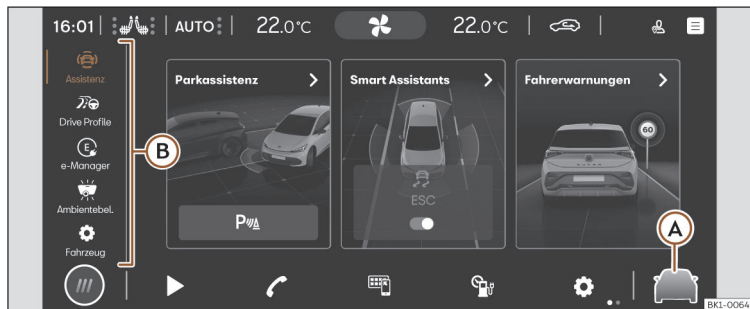

Abb. 12 Schematische Darstellung: Assistenten und Fahrzeugeinstellungen
Durch Drücken auf  » Abb. 12 (A) oder im Hauptmenü auf **Einstellungen Fahrzeug** öffnet sich das Menü der Assistenten und Fahrzeugeinstellungen. Wenn dann auf eines der Menüs im linken Bereich (B) gedrückt wird, wird auf dem Bildschirm das ausgewählte Menü Einstellungen oder Assistenten angezeigt.